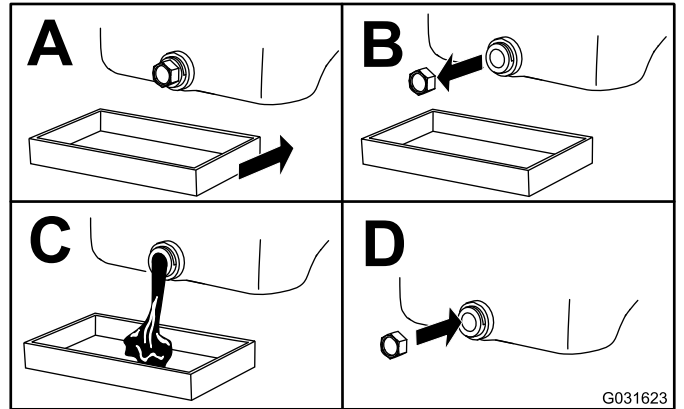

Figura 99
5. Cambie el aceite del motor como se muestra en Figura 99.